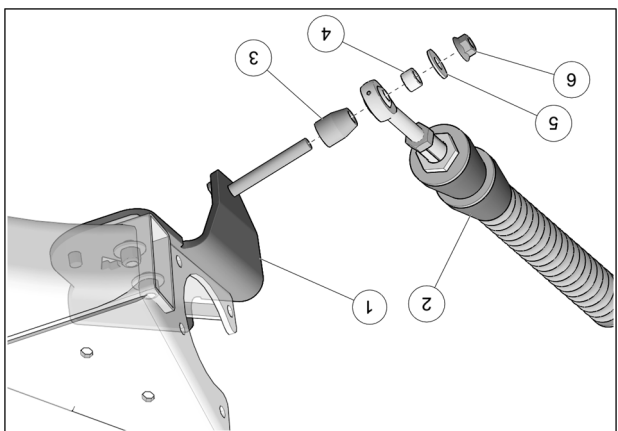

Fig. 12
11. Fixer le bras stabilisateur (2) à l'ancrage de suspension (1) à l'aide de l'espacer long (3), de l'espacer court (4), de la rondelle (5) et de l'érou autobloquant (6). Serrer à un couple de 70 N•m [52 lb•pi]. Voir la Fig. 12